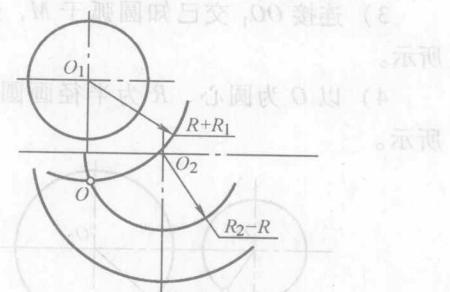

图 1-17 两圆弧间圆弧混合连接步骤二
2) 分别以  $(R + R_1)$  及  $(R_2 - R)$  为半径， $O_1$ 、 $O_2$  为圆心，画圆弧交于  $O$  点，如图 1-17 所示。